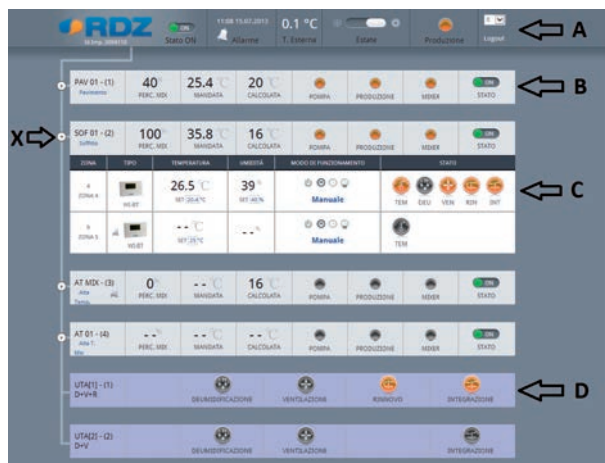

FIG. 10.3.2
The main screenshot can be divided into 4 subsections: General Data (fig. 10.3.2 A), System (fig. 10.3.2 B), Zone (fig. 10.3.2 C)* and AHU (fig. 10.3.2 D). In each section it is possible to read and partially change the most important information about the system in a very easy and practical way. Below you will find the description of each section with the displayed parameters and the list of the ones you can change.
*(In order to display the zones and relevant systems it is necessary to click on the connection junctions, fig. 10.3.2 X).
La schermata principale può essere suddivisa in quattro sottosezioni: Generale (fig. 10.3.2 A), Impianto (fig. 10.3.2 B), Zona (fig. 10.3.2 C)* e UTA (fig. 10.3.2 D), in ogni sezione è possibile leggere in maniera facile ed intuitiva le informazioni più importanti riguardanti l'impianto, e modificarne alcune. Di seguito verrà descritta ogni singola sezione con i parametri visualizzati e quelli su cui è possibile apportare modifiche. *(Per visualizzare le Zone corrispondenti ai relativi Impianti è necessario cliccare sugli snodi di collegamento, fig. 10.3.2 X).